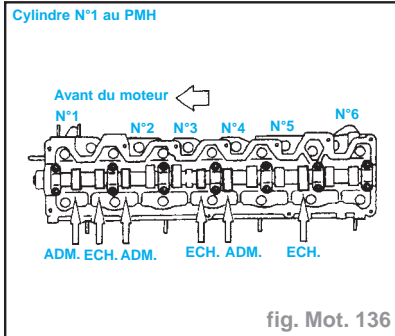

fig. Mot. 136
- Contrôler uniquement les soupapes indiquées ci-après (fig. Mot.136).